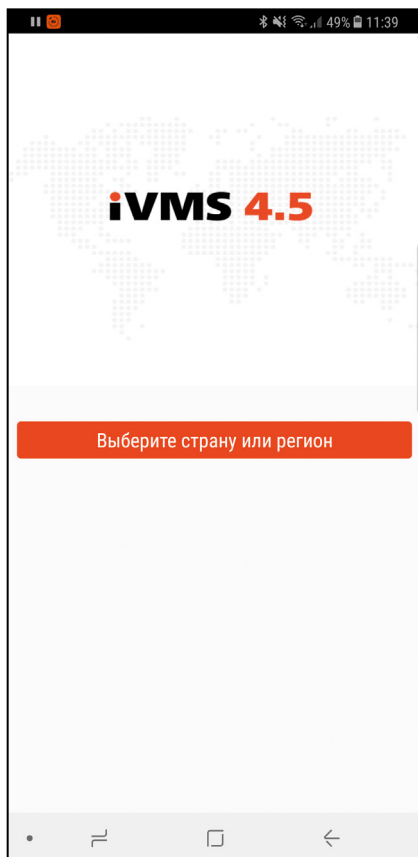

Рис. 33 Запуск Приложения
2. Во время первого запуска программы выберите страну или регион. (Рис.33)